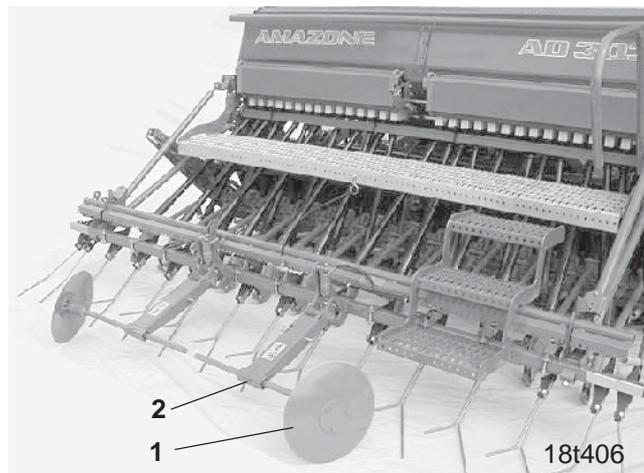

Fig. 19.6
Die Spurscheiben (Fig. 19.6/1) markieren die von der Särad-Fahrgassenschaltung angelegten Fahrgassen und sind auf die richtige Spurweite einzustellen.
- Skt.-Schrauben (Fig. 19.6/2) lösen
- Spurscheiben (Fig. 19.6/1) entsprechend der Spurbreite der Fahrgassen im Spurscheibenträger verschieben
- Skt.-Schrauben (Fig. 19.6/2) wieder fest anziehen.
Särad-Fahrgassenschaltungen mit 2-fach Schaltung oder 6-plus Schaltung sind nur auf einer Seite mit abschaltbaren Särädern zum Anlegen der Fahrgasse ausgerüstet. Deshalb ist bei diesen Schaltungen nur eine der beiden Spuranreißerscheiben (Fig. 19.6/1) zu montieren. Diese Spuranreißerscheibe ist so einzustellen, dass bei einer Hin- und Herfahrt auf dem Feld die Spurweite des Pflegeschleppers angerissen wird.